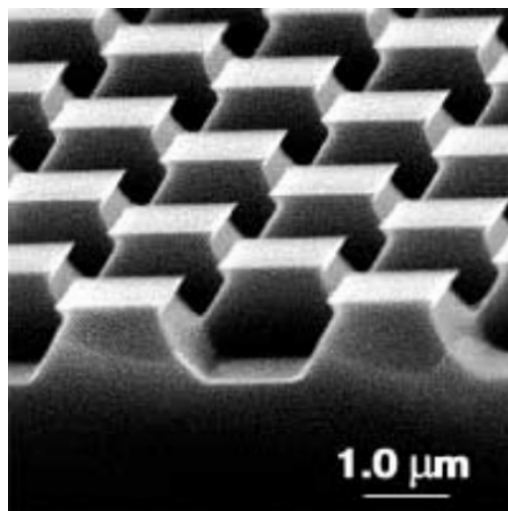

Рис. 2.13. Тестовая решетка TGX1
3. Получить СЗМ-изображение. Получение изображения выполняется на одном приборе под контролем преподавателя. Рекомендуется использовать в качестве образца тестовую решетку TGX1, поставляемую в комплекте с комплектом NanoEducator. TGX1 (рис. 2.13) представляет собой массив квадратных колонн на кремниевой подложке. Период решетки  $3 \pm 0,5$  мкм, высота 0,6 мкм, радиус закругления менее 10 нм, зона эффективного сканирования  $3 \times 3$  мм.